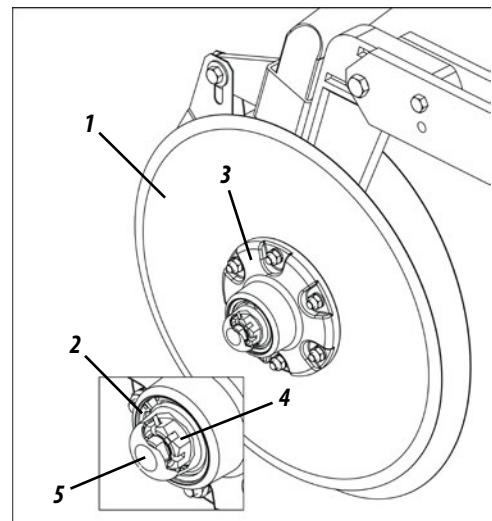

Figura 50
- 1- Retire o anel de retenção (2) do cubo (3). Examine os rolamentos, se houver folgas, ajuste através da porca castelo (4). Introduza graxa nova na calota (5). Recoloque a calota no cubo e fixe-a com o anel de retenção (1), **conforme mostra a figura 50.**